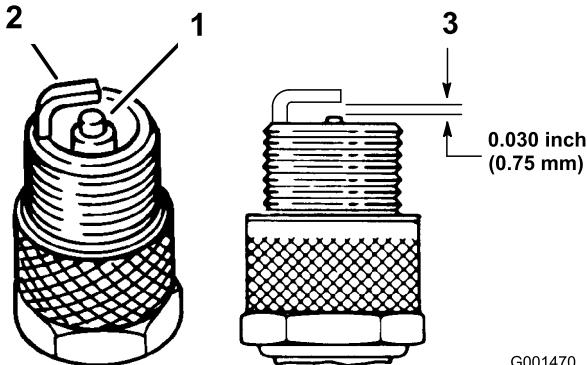

Bild 38
1. Sehen Sie sich die Mitte der Zündkerze an (Bild 38). Wenn der Kerzenstein hellbraun oder grau ist, ist
- Prüfen Sie den Abstand zwischen den mittleren und seitlichen Elektroden (Bild 38). Verbiegen Sie die seitliche Elektrode (Bild 38), wenn der Abstand nicht stimmt.
- Schließen Sie den Zündkerzenstecker wieder an die Zündkerze an (Bild 38).